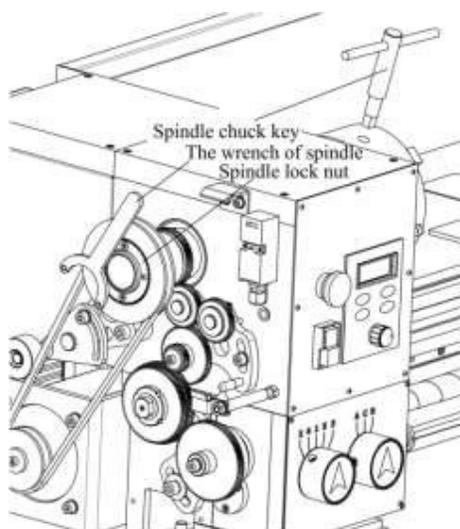

Figure 36
2. Desserrer les contre écrous dans le sens anti horaire. Utiliser la clé 45-52 FIG 36